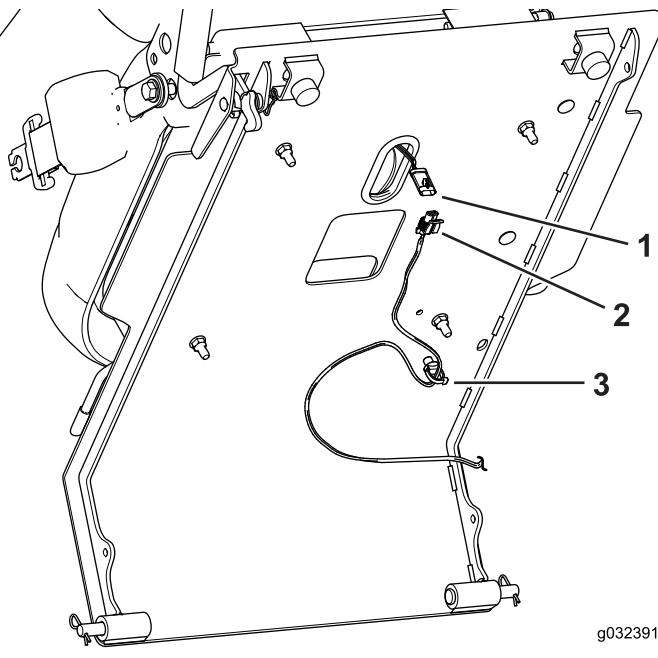

Figura 5
2. Desconecte el interruptor del asiento, en la parte inferior de la chapa del asiento, del arnés de cables (Figura 5).
3. Retire el clip con brida de la parte inferior de la chapa del asiento **Figura 5**.